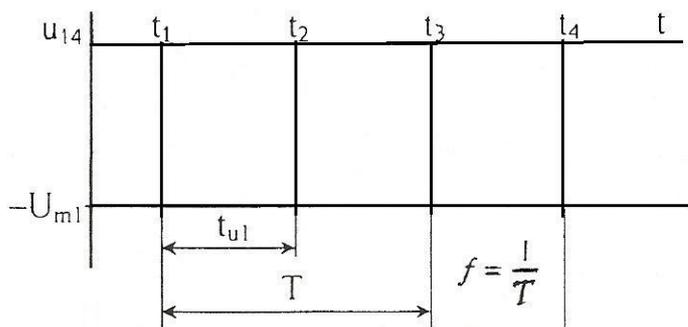

Рисунок 2.8.2. Осциллограмма сигнала с выхода автоколебательного мультивибратора
2. Автоколебательный мультивибратор. Подключить осциллограф к гнездам 14-15. Подать питание на стенд. Наблюдать выходные сигналы при включении конденсаторов C1-C4, C2-C5, C3-C6. Измерить параметры сигналов U_m , $t_{и1}$, T, и занести результаты в таблицу 2.8.1. Зарисовать форму выходного сигнала U_{14} , используя рисунок 2.8.2. Снять питание со стенда.